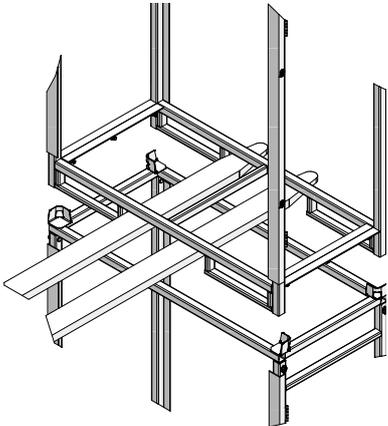

Abb. 36.3
- Transport mit Stapler (Abb. 36.3)